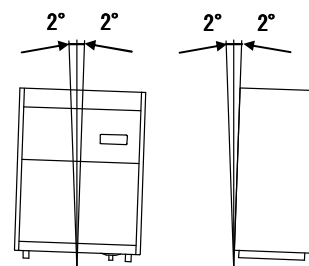

図 1
- ・ 前後、左右とも傾き ($\pm 2^\circ$ 以下) がないように、水準器等で確認してください。(図 1)